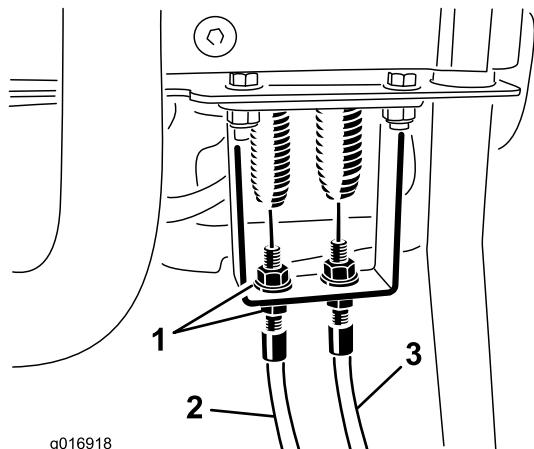
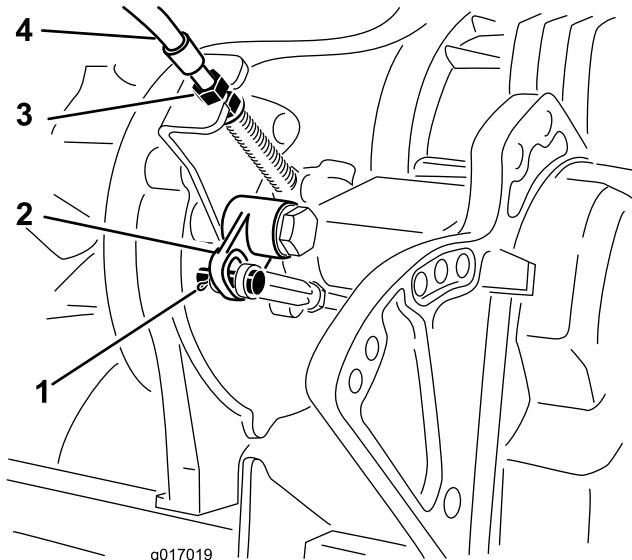

図 45
図 46
2. 走行コントロールケーブルの延長スプリング部分にたるみができるないか点検する(図 45)。たるみがある場合には、バルクヘッド(図 46)についているジャムナットを調整してたるみを取る(スプリングを伸ばさない)。
4. ベルクランクロッドのクレビスをベルクランクレバーに固定しているコッターピンとクレビスピニを外す。ベルクランクレバーからクレビスを外す（図 46）。
7. トランスマッションのバルクヘッド（図 46）で、先ほどの調整に合わせてケーブルのジャムナットを調整してベルクランクへの距離を小さくする。
8. ケーブルの調整は、コントロールパネルのバルクヘッドのところで行い、ケーブルのジャムナットを回転させて、スプリングが伸びずにケーブルのたるみが完全になくなるように調整する（図 45）。
3. コントロールハンドルのバルクヘッド部で、リールコントロールケーブルをゆるめてケーブルにたるみを持たせる（図 45）。